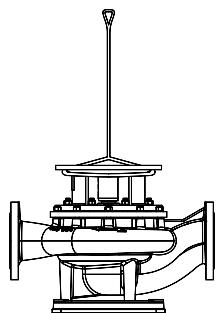

Рис. 1. Насос без электродвигателя
Рис. 1а. Насос с электродвигателем
- Для подъема краном насос следует обхватить подходящим ремнем, как показано на рисунке. Уложить ремень вокруг насоса в петли, которые затянутся под действием собственного веса насоса (рис.1, 1а).